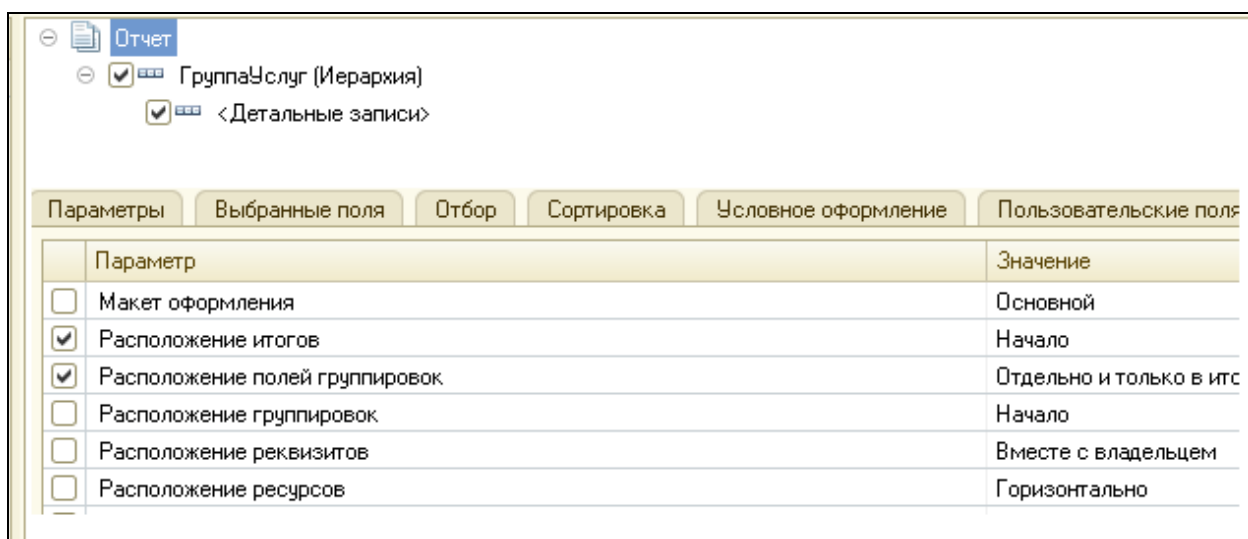

Рисунок 4.49 Настройки вывода общих итогов
15. Настроить внешний вид отчета на закладке **Другие настройки** (рис. 4.49).